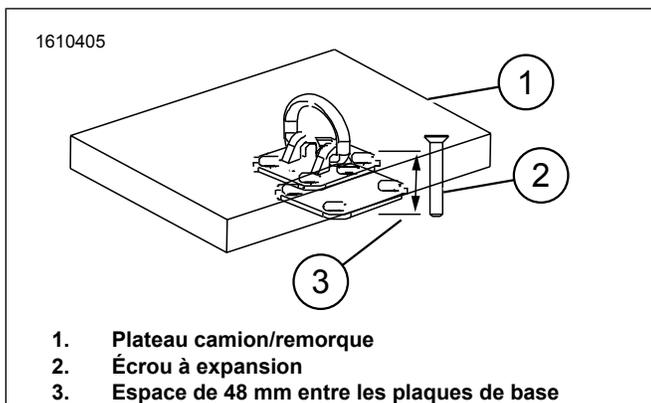

Figure 2. Plaque de base/Plaque de base en acier d'ancrage de sécurité
3. Voir la figure 2. Vérifiez que l'espace entre la plaque de base et l'ensemble plaque de base en acier est inférieur à 48 mm. Cela permet de s'assurer que les écrous ont une longueur de filetage.